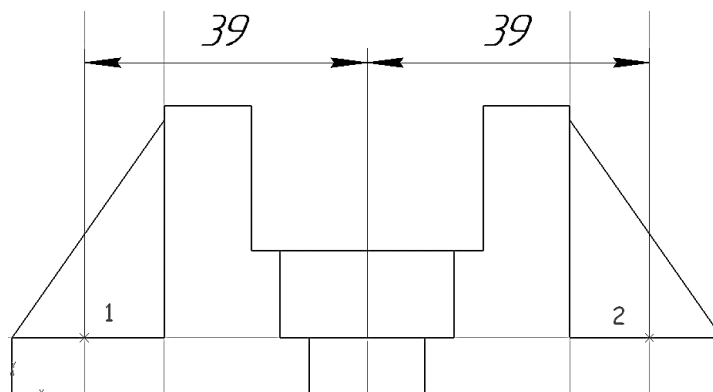

Рис. 117. Построение вспомогательных параллельных прямых
9.1 Постройте две **вспомогательные прямые** , параллельные осевой линии на расстоянии 39 мм от нее. Точки 1 и 2 пересечения прямых и контура детали будут базовыми точками (рис. 117).